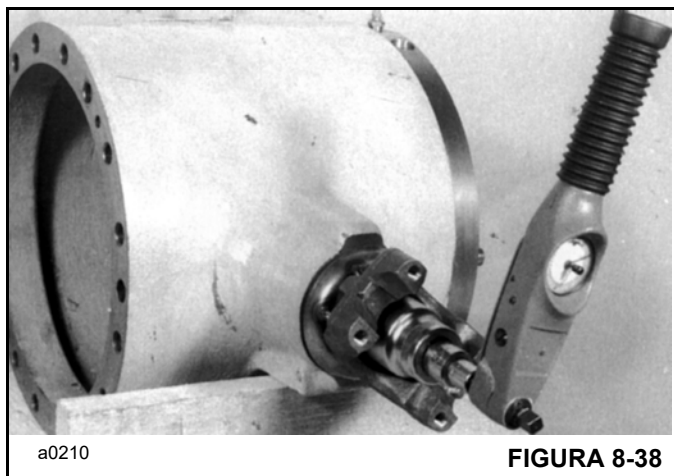

FIGURA 8-38
8. Meça o torque de rolamento, Figura 8-38, que deve ser de 1,7 a 2,8 Nm (1.3 a 2.1 lb-pé), excluindo o arrasto da vedação. Quando o torque estiver correto, aperte a porca no eixo do pinhão utilizando uma ferramenta de fixação com extremidade quadrada.